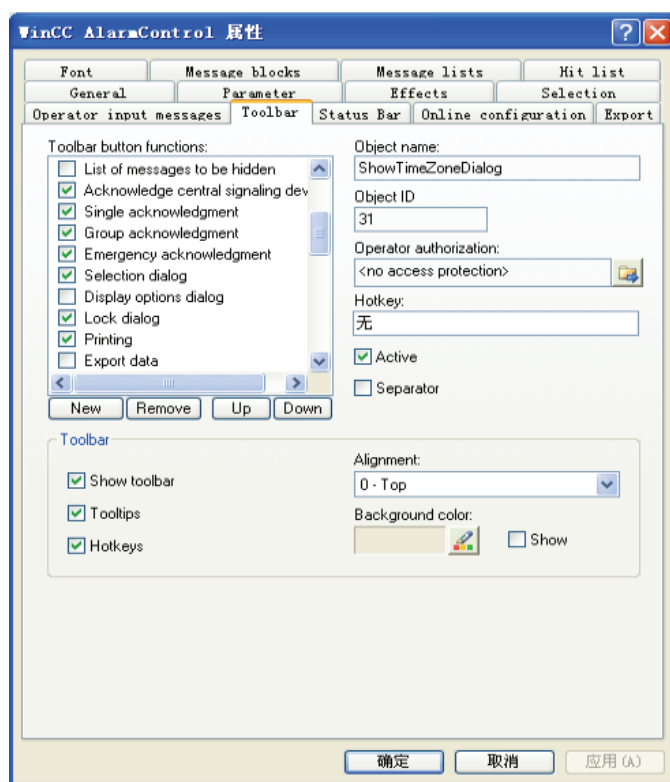

图 9-11 “WinCC AlarmControl 属性”对话框“Toolbar”选项卡
- 3) 转到“Toolbar”选项卡，并激活“Printing”按钮功能，如图 9-11 所示。